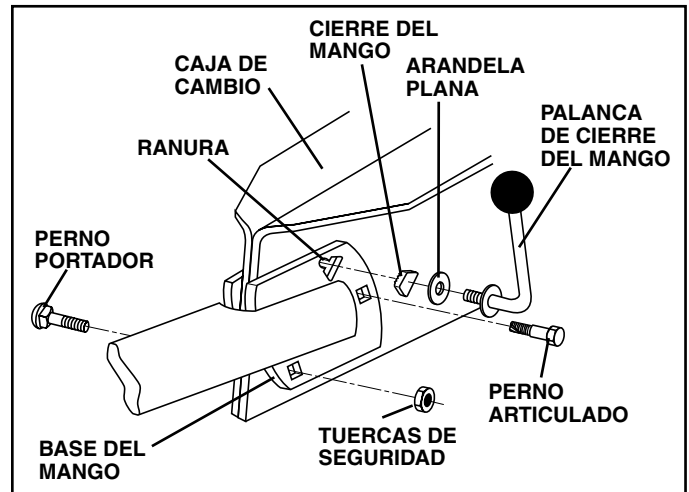

FIG. 5
- Rote el conjunto del mango hacia abajo. Inserte el perno portador trasero primero, con la cabeza del perno en el lado izquierdo de la cultivadora y ponga sueltamente la tuerca de seguridad (Vea la Fig. 5).